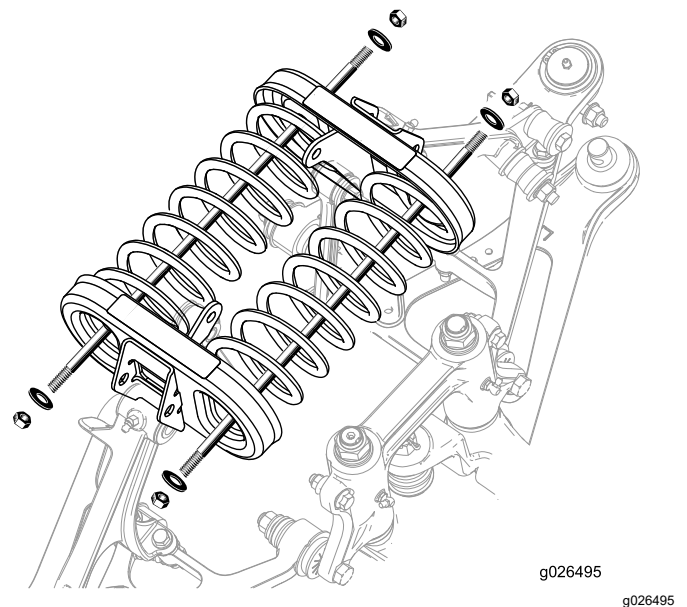

Рисунок 19
3. Установите гайки и шайбы на оба конца стержня (Рисунок 19).
4. Затяните на каждом стержне по одной гайке для фиксации пружины (Рисунок 19).